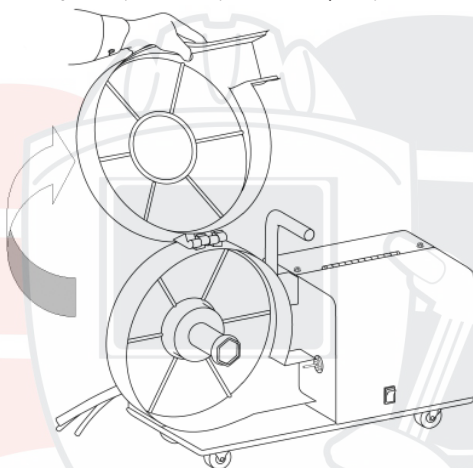

Рис. 8.2.1. Открытие дверцы защитного кожуха.
1. Откройте защитный кожух сварочной проволоки (См. рис. 8.2.1).